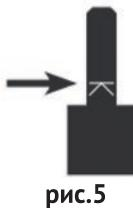

рис.5
- установить хвостовик фрезы (рис.4 поз.4) в цанговый зажим не менее чем на 20 мм, или до отметки на хвостовике, как показано на рис.5;